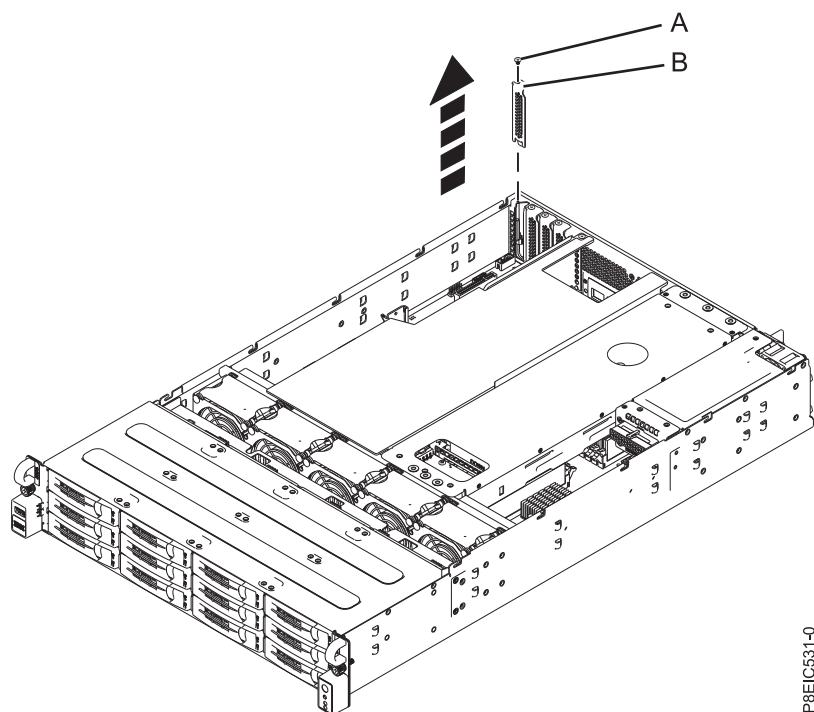

図 34. PCIe スロット・カバーの取り外し
3. 保持ねじ (A) を取り外し、PCIe スロット・カバー (B) を取り外します。図 34 を参照してください。保持ねじは保管しておいてください。